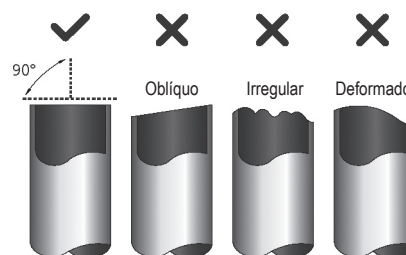

Fig. 6.1
1. Certifique-se de que o tubo é cortado num ângulo de 90° perfeito. Consulte a Fig. 6.1 para obter exemplos de cortes incorretos.